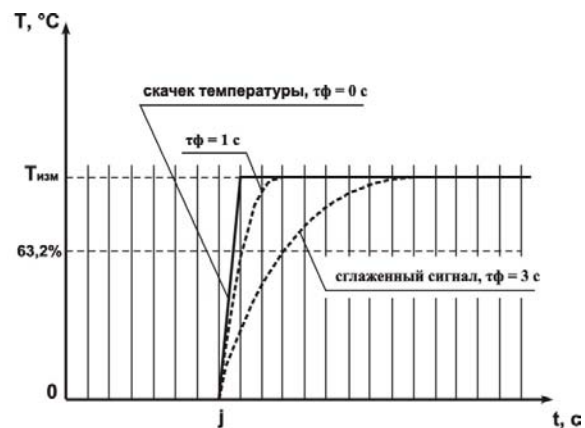

Рисунок 3.6
3.2.4.2 Цифровой фильтр устраняет шумовые составляющие сигнала, осуществляя его экспоненциальное сглаживание. Основной характеристикой экспоненциального фильтра является  $\tau_f$  – постоянная времени цифрового фильтра, параметр  $F_{\tau 1}$  ( $F_{\tau 2}$ ,  $F_{\tau 3}$ ,  $F_{\tau 4}$ ) – интервал, в течение которого температура достигает 63,2% измеренного значения  $T_{изм}$  (рисунок 3.6).